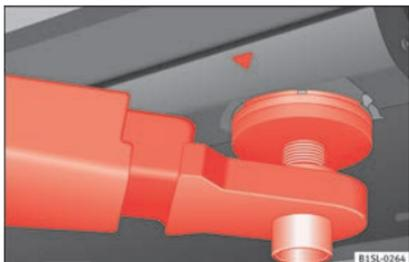
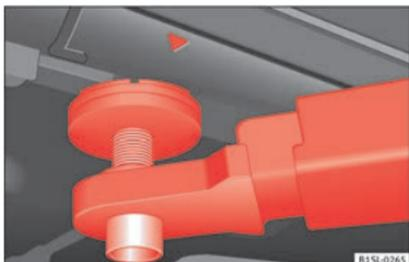

Fig. 233 Points d'appui avant pour lever le véhicule avec un pont-élévateur ou un cric.
Fig. 234 Points d'appui arrière pour lever le véhicule avec un pont-élévateur ou un cric.
Pour lever le véhicule, vous devrez uniquement utiliser les points indiqués dans les figures » fig. 233 et » fig. 234. Si le véhicule n'est pas levé par les points indiqués, cela
- Pour lever le véhicule, vous devrez uniquement utiliser les points indiqués dans les figures » fig. 233 et » fig. 234. S'il n'est pas levé par les points indiqués, il pourrait tomber du pont-élévateur lors de la réalisation